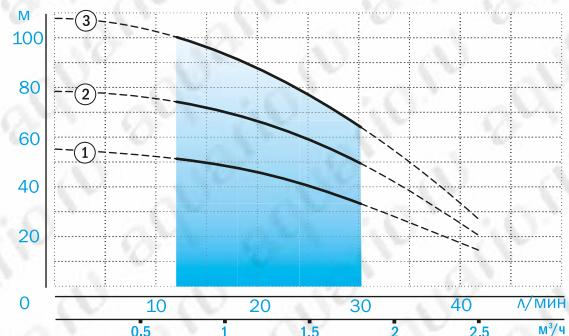

рис.1
-Насос должен эксплуатироваться только в пределах рабочей зоны расходно-напорной характеристики (*рис.1*). Не соблюдение этого требования чревато различными последствиями: